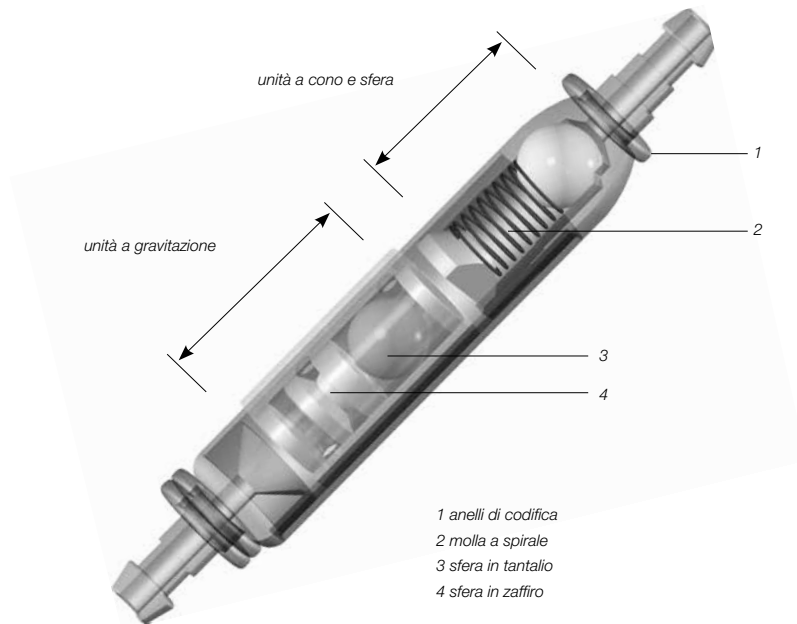

Fig. 1: Disegno schematico in sezione della *paediGAV*
La Fig. 1 mostra un disegno schematico in sezione della *paediGAV*. Essa è composta da una robusta custodia in titanio nella cui parte prossimale è integrata una unità a cono e sfera dalla validità sperimentata. Una molla a spirale (2) garantisce la pressione di apertura della unità a cono e sfera. La unità a gravitazione nel settore distale è composta da una sfera in tantalio (3), che determina la pressione di apertura della unità stessa e da una sfera in zaffiro (4), che ne garantisce una chiusura precisa. Nell'estremità distale della valvola quale opzione è integrato un connettore o un catetere in silicone. Gli anelli di codifica (1) permettono di identificare i diversi livelli di pressione nella radiografia.